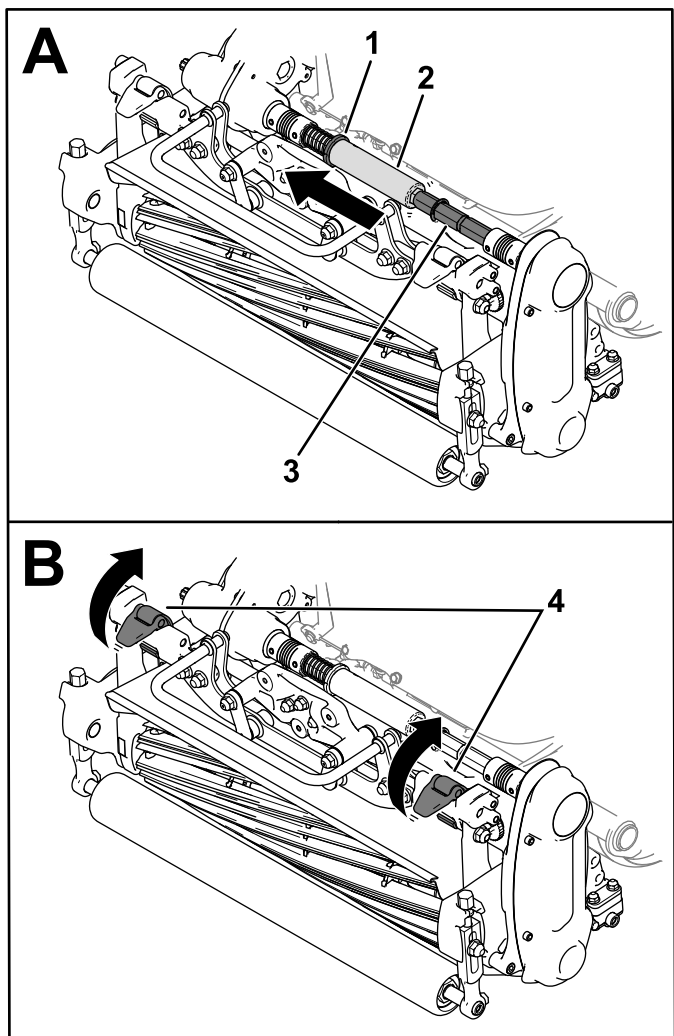

Figure 28
3. Placez le collet (Figure 28) dans la rainure de l'arbre de transmission.
4. Glissez le tube hexagonal hors de l'arbre d'accouplement de l'unité de coupe (Figure 28).
5. Relevez les verrous de suspension pour détacher l'unité de coupe de la machine (Figure 28).